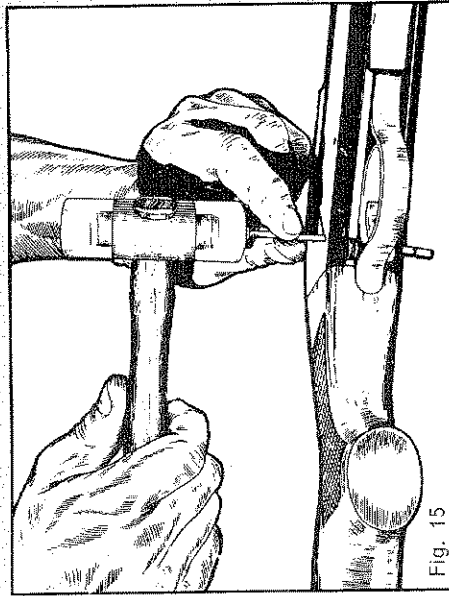
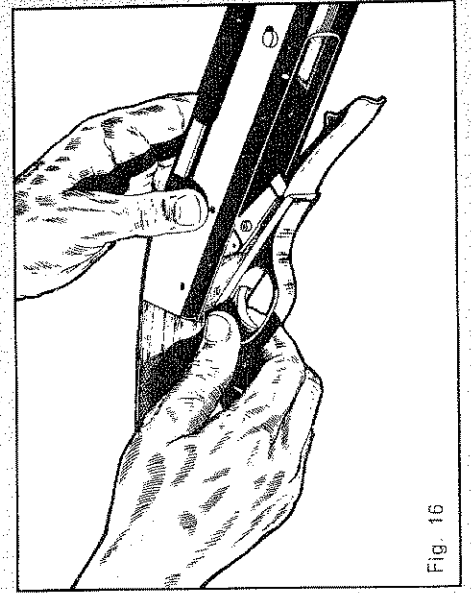

Fig. 15
Fig. 16
- f) con un punteruolo sfilare le due spine di fissaggio del sottoguardia (fig. 15) che può venire in tal modo rimosso dalla sua sede (fig. 16)
- f) à l'aide d'un pointeau chasser les deux goupilles de fixation du groupe détente (fig. 15). Ce qui permet de le retirer de son logement (fig. 16).
- Mit einem Durchschlagbolzen die beiden Haltestifte des Abzugshebels (Abb. 15) herausstreifen. Er kann auf diese Weise aus seinem Sitz herausgenommen werden (Abb. 16).
- f) con un punzón hacer saltar los dos pasadores de fijación del guardamonte (fig. 15) que mediante esta operación puede ser extraido de su sitio (fig. 15 y 16).